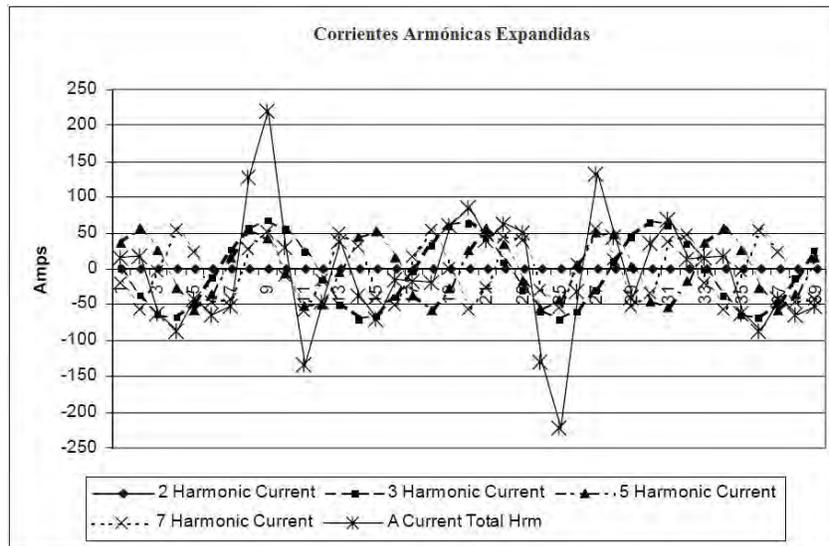

Figura 1.12: Formas de Onda de las Armónicas
- La distorsión observada en la figura 1.11 puede ser modelada como la suma de varias formas de onda sinusoidales de frecuencias que son múltiplos de la frecuencia fundamental 60 Hertz. Este modelado es realizado matemáticamente descomponiendo la forma de onda distorsionada dentro de una colección de formas de onda de alta frecuencia. Estas formas de onda de alta frecuencia son referidas como armónicas. La figura 1.12 muestra el contenido de frecuencias armónicas que hacen para arriba la porción de la distorsión de la forma de onda en la figura 1.11.
Las formas de onda mostradas en la figura 1.12, no son lisas pero proveen una indicación del impacto de la combinación de múltiples frecuencias armónicas juntas.